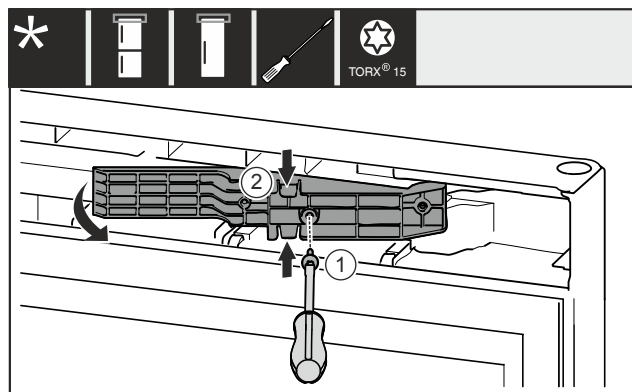

Fig. 14 *
- ▶ 移除螺栓 Fig. 14 (1)。*
- ▶ 将上方和下方适配器 Fig. 14 (2) 轻轻挤压在一起，然后向前拉出。*